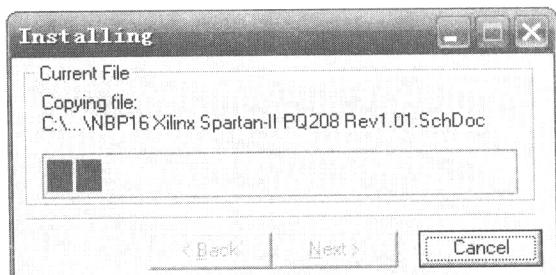

图 1-11 安装软件
- (5) 单击 **Next** 按钮, 安装软件, 如图 1-11 所示。